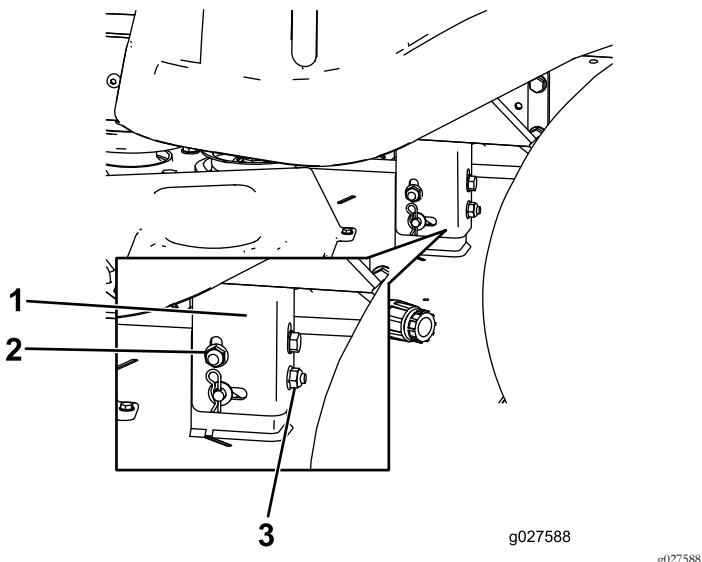

Bild 66
8. Drehen Sie die hintere Mutter, um die linke Seite des Mähwerks anzuheben oder abzusenken (Bild 66).
Hinweis: Drehen Sie die hintere Mutter nach rechts, um das Mähwerk anzuheben, oder nach links, um es abzusenken (Bild 66).